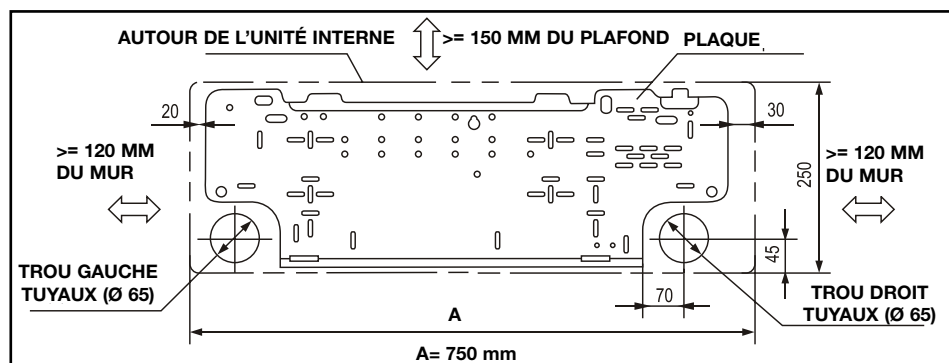
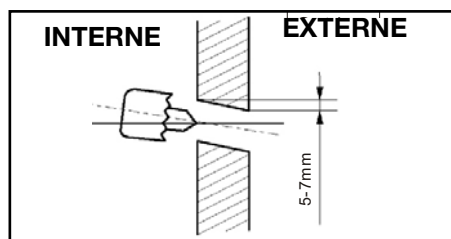

fig.1b
fig.2
4. Pratiquer dans le mur des trous pour le passage des tuyaux et des branchements électriques (diam. 65 mm) (Fig. 1b). Le trou destiné à recevoir la tuyauterie d'évacuation doit être incliné vers l'extérieur. La sortie doit être située 5-10 mm en dessous de l'entrée pour faciliter l'écoulement de la condensation (fig. 2).